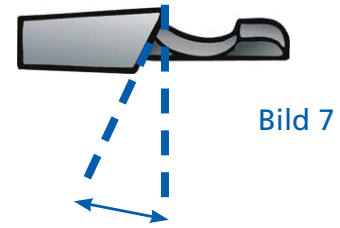

Bild 7
- Für 3/8" Vollmeißel-Ketten beträgt er 25° (Bild 7).